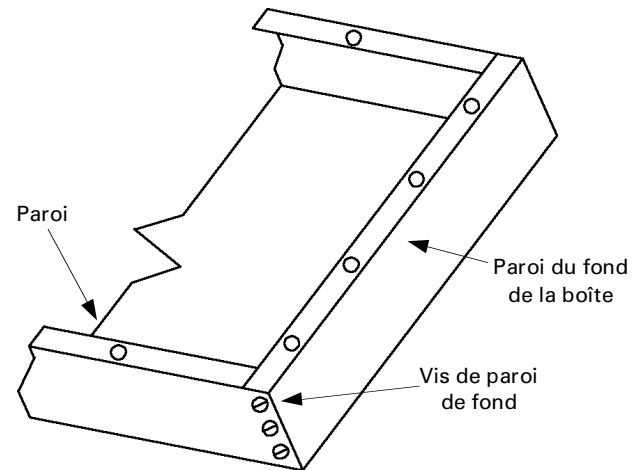

Figure 1. Fond de la boîte où la rallonge doit être installée.
1. Enlever les vis aux extrémités du fond de la boîte à l'endroit où la rallonge doit être montée, comme montré à la Figure 1.